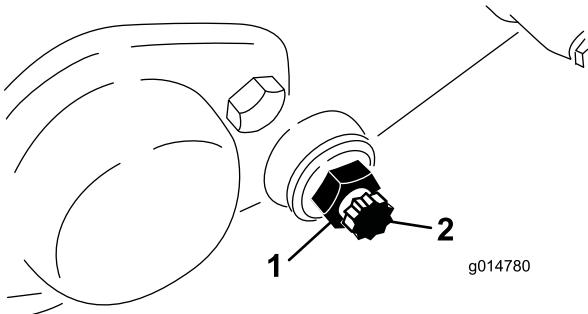

Bild 56
- 3. Lösen Sie an jeder Seite der Maschine die Klemmmutter, mit der die Schraube des Untermesserträgers befestigt ist (Bild 56).
- 4. Nehmen Sie jede Schraube des Untermesserträgers ab, damit der Untermesserträger nach unten gezogen und von der Maschine entfernt werden kann. Bewahren Sie die beiden Nylon- und die beiden Scheiben aus gestanzten Stahl an jedem Ende des Untermesserträgers auf (Bild 56).